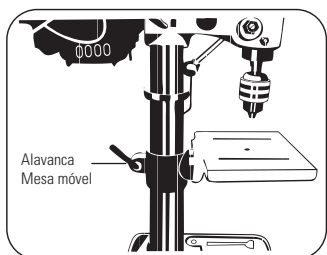

FIGURA 8.9
- Para conectar a manivela à cremalheira, afrouxar a Alavanca da Mesa Móvel (Figura 8.9), levante ou abaixe a mesa girando a manivela.
- Quando a posição desejada for atingida, aperte firmemente a Alavanca da Mesa Móvel para que a mesa **7** não se mova mais (Figura 8.9).
- Afrouxe a Alavanca da Mesa Móvel (Figura 8.9).